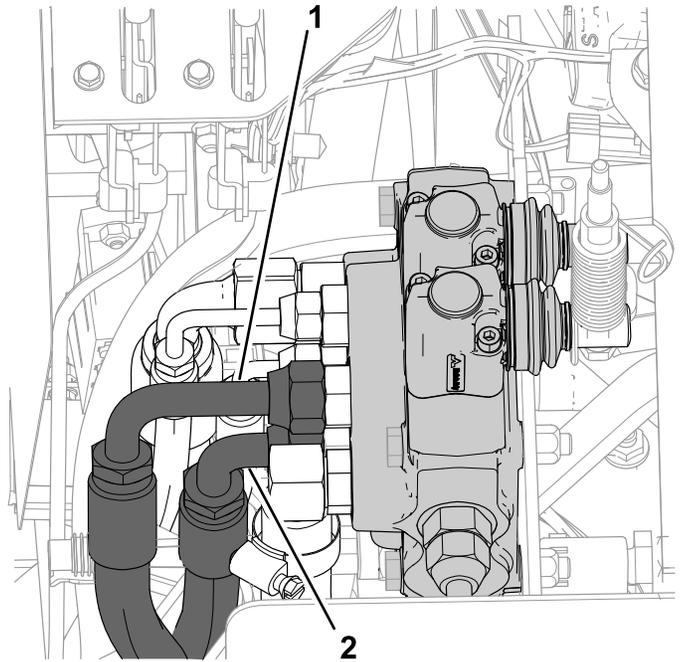

Bild 8
8. Trennen Sie die Hydraulikschläuche vom Ventil am Hydraulikhebel, wie in **Bild 8** dargestellt.